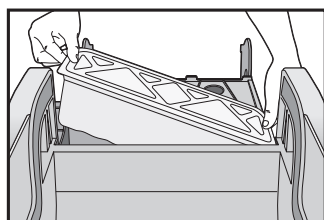

Fig. 11
- Presione las cuatro esquinas de la tapa a fin de asegurar la tapa al compartimento y poder desechar los desperdicios (Fig. 11). Tire del borde del compartimento desechable para soltarlo de las guías que la sujetan en su lugar.